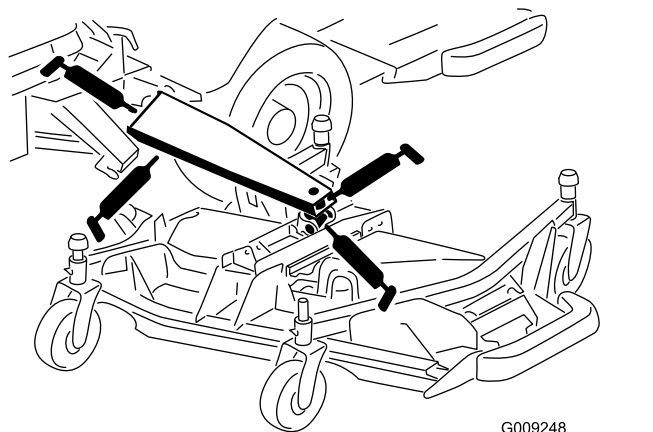

Figura 83
- 3 casquillos de brazos de elevación principales (Figura 83)
- 1 casquillo de cilindro de elevación (Figura 83)